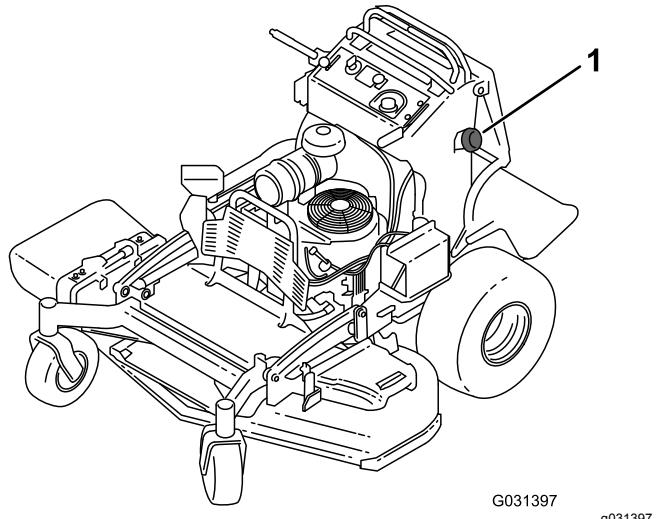

Figura 50
3. Pulite attorno al tappo del carburante per evitare che i detriti finiscano nel serbatoio del carburante (Figura 50).